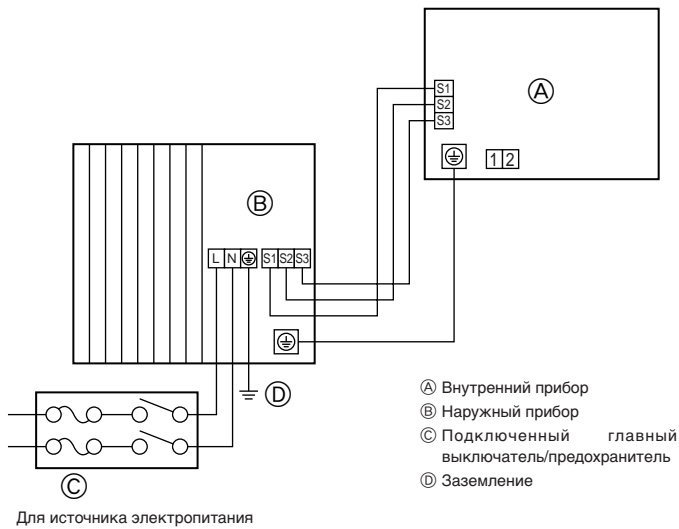
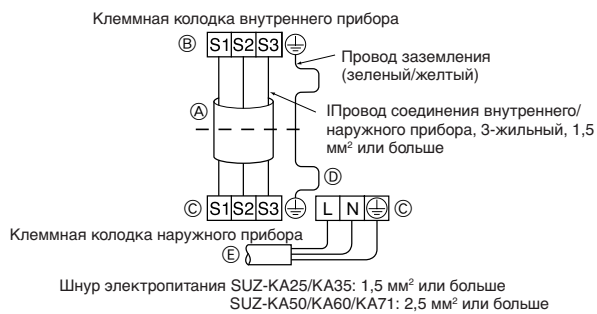
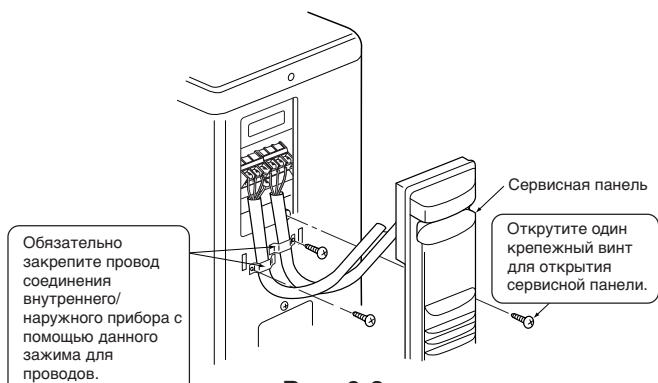
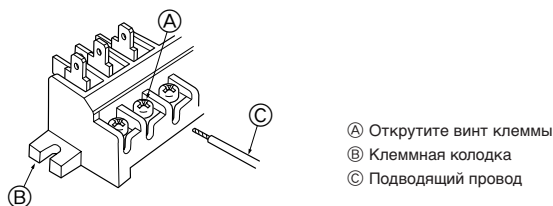

Рис. 6-1
Рис. 6-2
Рис. 6-3
Рис. 6-4
6.1. Наружный прибор (Рис. 6-1, Рис. 6-2, Рис. 6-3, Рис. 6-4)
- ① Снимите сервисную панель.
- ② Проложите кабели в соответствии с Рис. 6-1, Рис. 6-2, Рис. 6-3 и Рис. 6-4.
- Проложите проводку в соответствии со схемой слева внизу. (Приобретите кабель на месте) (Рис. 6-2)
- Будьте внимательны и подключайте провода правильно. (Рис. 6-4)